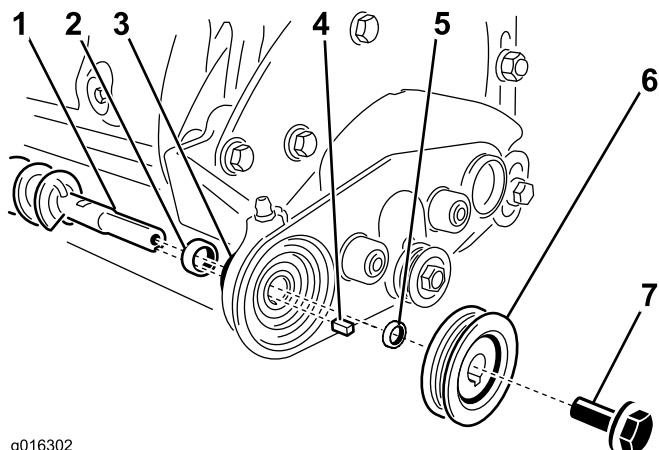

図 6
- B. ロッキングカラーを入れてブラシシャフトの肩部にセットする。ブラシシャフトを右ブラシサポートのベアリングに通す 図 6を参照。
C. シャフトとスペースに角キーを取り付ける 図 6。
D. シャフトに受動プーリを通し、スレッドロックボルト 図 6で固定して、1516N m 1.51.6kg.m = 130140in-lbにトルク締めする。